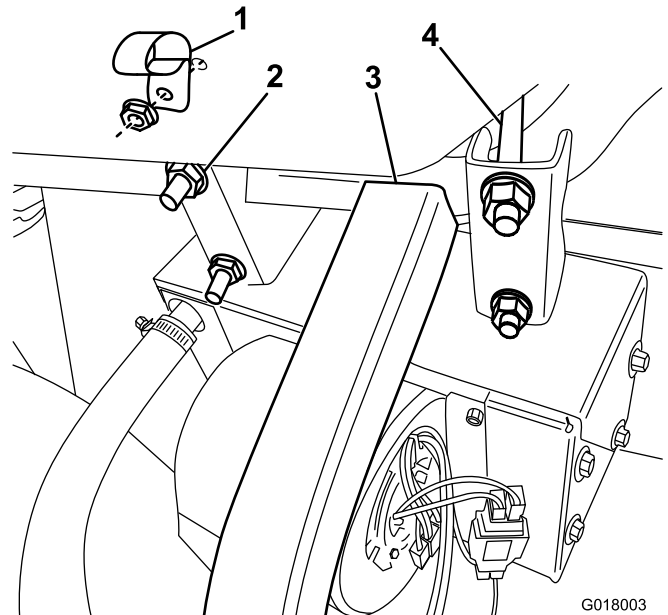

図 23
3. 2015 およびそれ以前の車両ヒーターとブラケットのアセンブリを、前フレームチューブに取り付けるボルトとフランジナットキットの付属品を使用し、Uフレームに軽く押し当てる程度に固定する。 図 23
5. グローブボックスに R クランプを取り付けるフランジヘッドボルトとナットを使用する図 23。